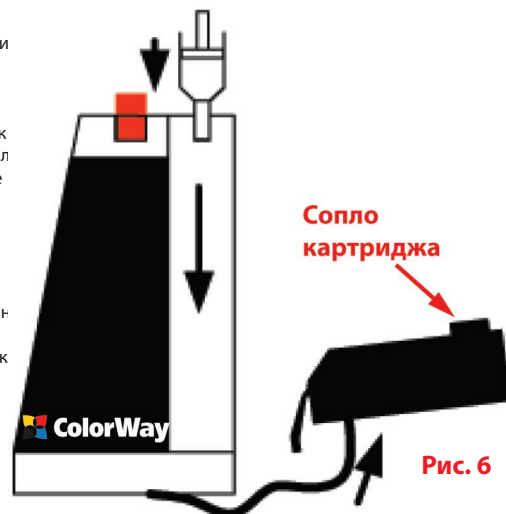

Рис. 6
4.1. Возьмите один из картриджей системы - переверните его так, чтобы сопло картриджа было сверху, затем снимите защитную оранжевую заглушку с картриджа. В процессе прокачки сопло всегда должно находиться сверху. (Рис. 6).
4.4. МЕДЛЕННО подайте воздух в камеру (при этом большая пробка емкости должна быть ЗАКРЫТА). Вы увидите, как чернила начнут течь по эластичному шлейфу к картриджу. (Рис. 6). Когда чернила полностью заполнят картридж, и сопло картриджа примет соответствующий чернилам цвет, следует остановить подачу воздуха. При необходимости оттяните поршень шприца обратно на 1 см, чтобы убрать излишек чернил с сопла.